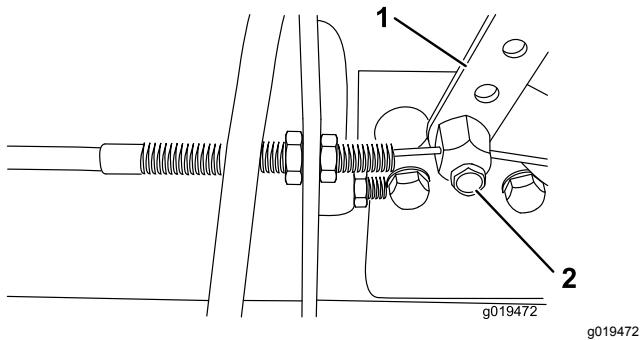

Figura 53
2. Desaperte o dispositivo de ligação do cabo do regulador na alavanca da bomba de injeção (Figura 53).